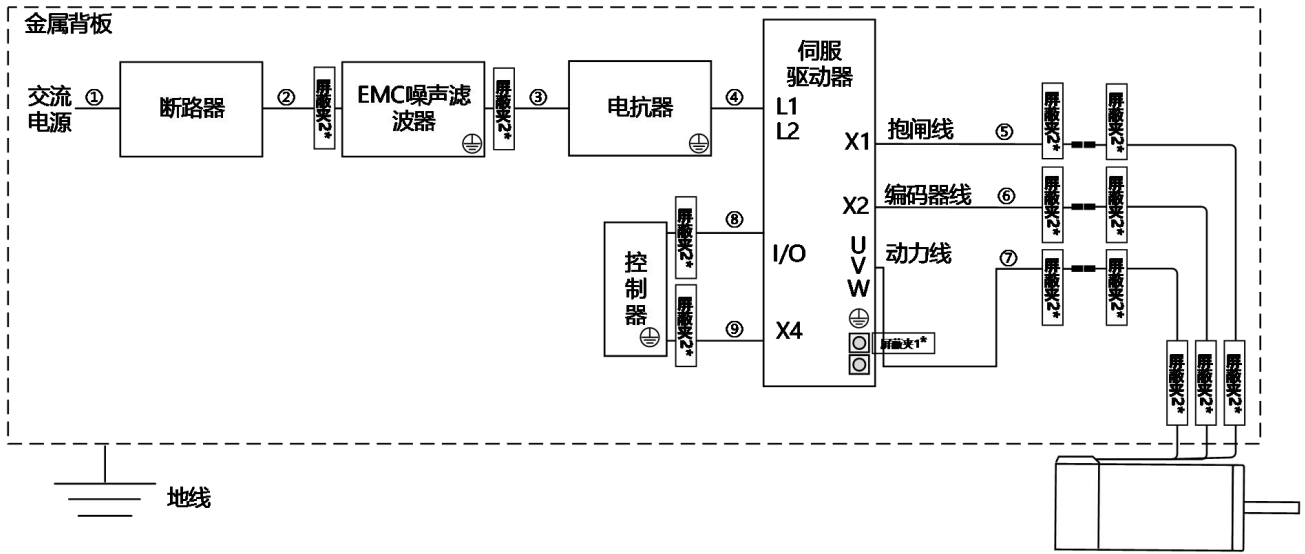
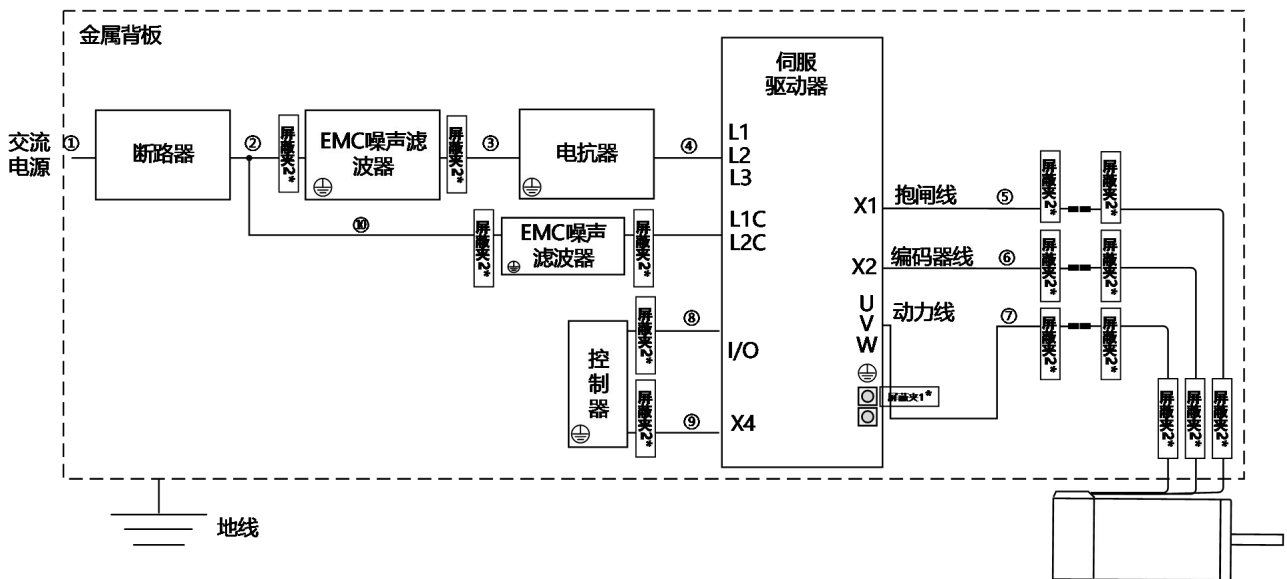

图 3-6 FD425 驱动器 EMC 设置条件示意图
图 3-7 FD435/625 驱动器 EMC 设置条件示意图
- 为了抑制输入电源侧的高次谐波电流，驱动器电源输入端需连接电抗器，电抗器的安装方式请参考图 3-6、图 3-7；